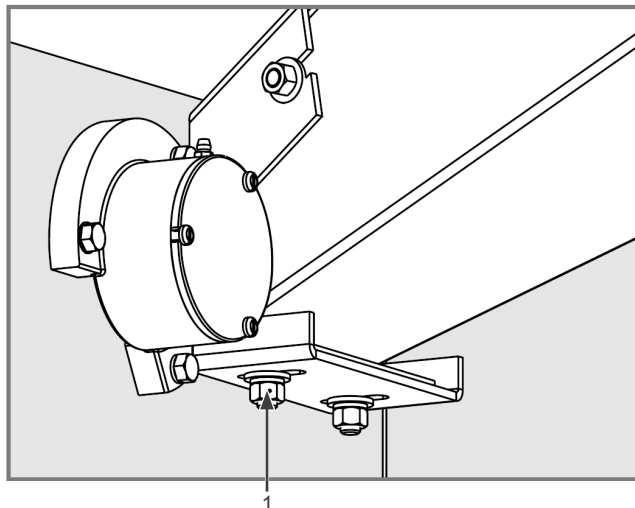
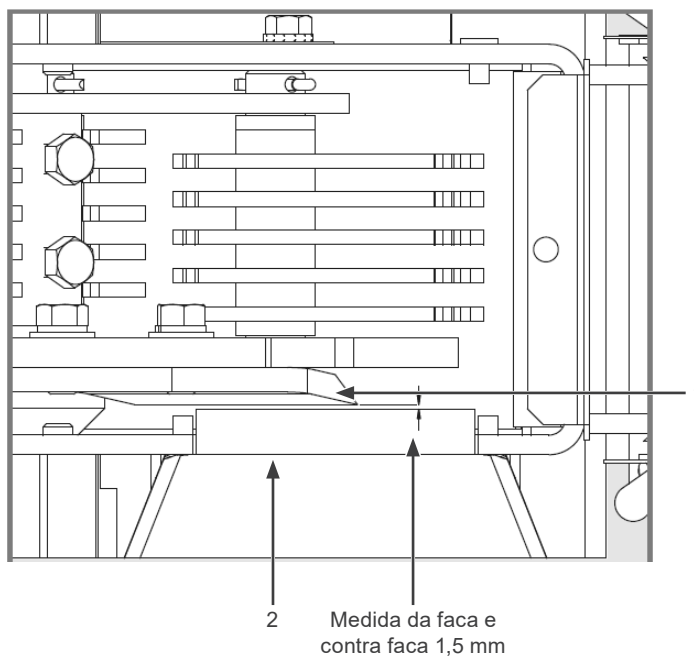

Figura 10.1: Contra faca 1
Figura 10.2: Contra faca 2
A regulagem da contra faca é feita soltando-se os 2 parafusos (1) de fixação, conforme Figura 10.1 na página 42, e deslocando a mesma até que as facas passem a uma distância de aproximadamente 1,5 mm da contra faca, conforme Figura 10.2 na página 42. A contra faca deve ser afiada quando apresentar sinais de desgaste.